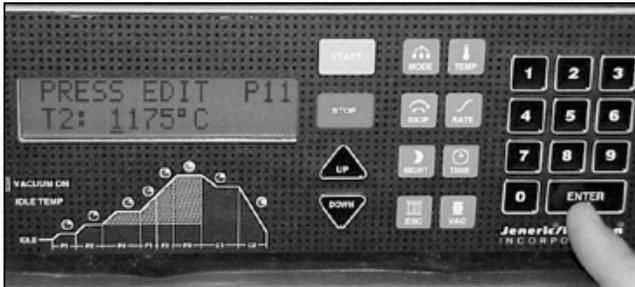

Figura 7A. Introduzca la temperatura T2 y pulse la tecla ENTER.
6. Para programar su T2 (Alta Temperatura) introduzca la temperatura deseada, a continuación, pulse la tecla "ENTER" (Figura 7A).